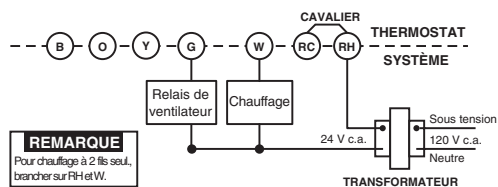

Figure 2. Schéma de câblage typique, installation de chauffage seulement à 3 fils et transformateur unique
- Raccorder les fils sous les bornes à vis du socle en se fiant au schéma de câblage qui convient (figures 2 à 7).